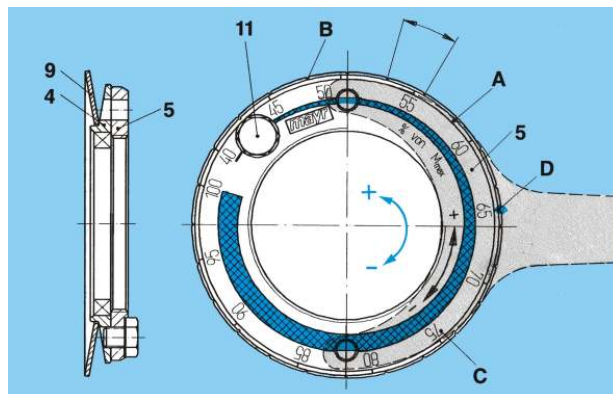
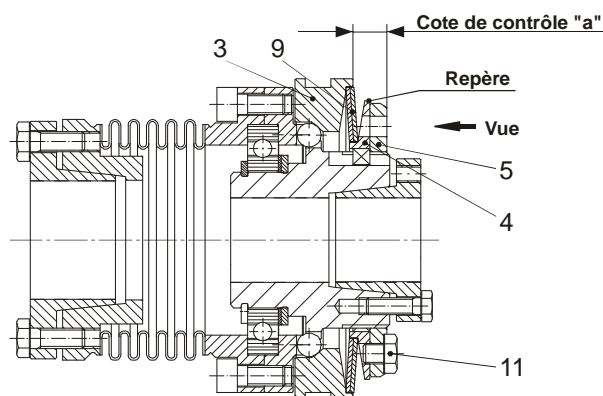
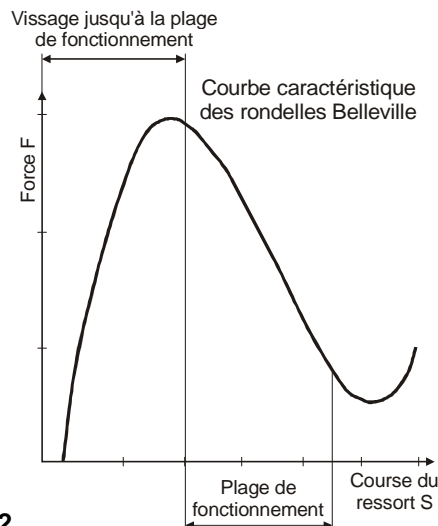

Fig. 10
Fig. 11
Fig. 12
## Réglage du couple par lecture (fig. 10)
## Réglage du couple (fig. 10, 11, et 12)
Le réglage du couple s'effectue en tournant l'écrou de réglage (5). Les rondelles Belleville (9) sont utilisées dans la partie décroissante de leur courbe caractéristique (cf. fig. 12). En vissant l'écrou de réglage (5) en sens horaire, on diminue la force des rondelles, c à d on diminue le couple. En dévissant l'écrou de réglage (5), on augmente la force des rondelles, c à d le couple.
L'application des rondelles Belleville dans leur plage de fonctionnement (fig. 12) peut être contrôlée grâce à la cote « a » (distance entre la face frontale de l'écrou de réglage et la face frontale de la pièce de commande (3), fig. 11). A ce sujet, consulter les données du tableau 2.
Vue en direction de l'écrou (5) selon la fig. 10 et la fig. 11.
- Retirer la vis de blocage (11) de l'écrou de réglage (5).
- Visser ou dévisser l'écrou de réglage (5) suivant la graduation en pourcentage sur l'écrou (fig. 10) à l'aide d'une clé à ergots jusqu'à l'obtention du couple souhaité.
- Le couple souhaité s'obtient en faisant coïncider le repère gravé (D) sur la rondelle d'arrêt (4) avec le pourcentage (C) de l'écrou de réglage (5), fig. 10 et 11.
- Enduire les 4 vis de blocage (11) de Loctite 243 et les revisser dans l'écrou de réglage. Les 4 repères (A) de l'écrou de réglage (5) et les repères (B) sur la rondelle d'arrêt (4) doivent coïncider, fig. 10.
Un ajustage de l'écrou de réglage (5) ou une utilisation des rondelles Belleville (9) en dehors de la plage de fonctionnement de leur courbe caractéristique (voir fig. 12) annule les caractéristiques du limiteur de couple.
A la suite d'un démontage du limiteur de couple (par ex. pour un remplacement des rondelles Belleville ou une modification de l'empilage), le limiteur de couple doit être à nouveau prérégulé et calibré à l'aide de la cote "a" (voir tableau 2 et fig. 11).